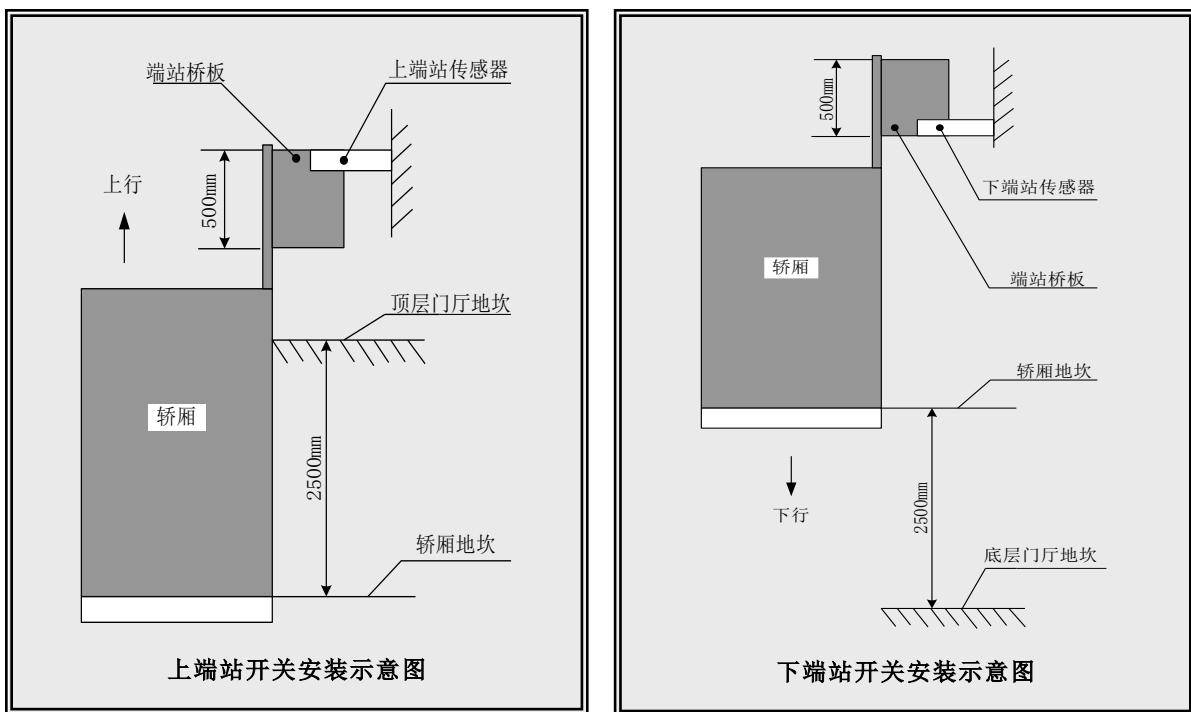

图 F1.2 上下端站开关安装示意图（梯速 1.6m/s 或 1.75m/s ）
2. 上、下端站开关安装在井道，端站桥板安装在轿顶。端站开关安装示意图如图 F1.2 所示。